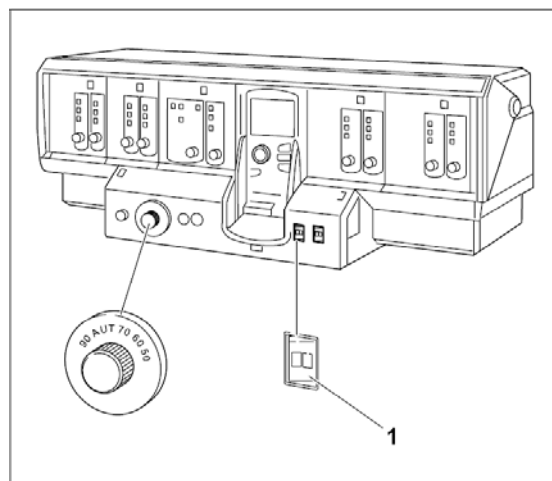

Fig. 53 Exempel visat med Logamatic 4311
- Sätt driftkontakten (Fig. 53, pos. 1) på instrumentpanelen i ställning "0".
- För att kunna lossa de fyra fastsättnings-skruvarna med en topnyckel ska propparna i förkåpans delar tas bort (Fig. 53, **pos. 3 och 5**). Det går nu att nå till fastsättnings-skruvarna genom hålen i förväggen.